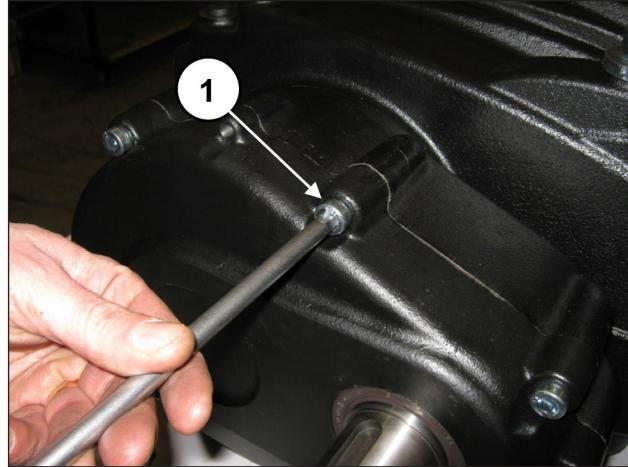

Рис. 4
Открутите винты крепления крышки редуктора (поз. ①, Рис. 4).